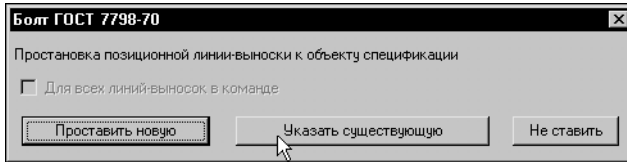

Рис. 57.39. Выбор существующей линии-выноски
17. Согласно ГОСТ линия-выноска для шайбы и болта должна быть общей. Поэтому в диалоге **Позиционная линия-выноска** нажмите кнопку **Указать существующую** (рис. 57.39).